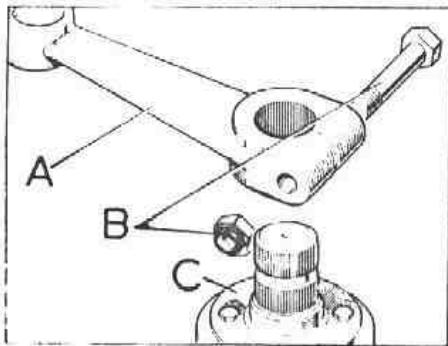

Fig. G-15 Bieleta superior de la caja compensadora
- 1.3. Extraer la tuerca y tornillo, B (Fig. G-15), que sujeta la bieleta superior, A, al eje de la caja compensadora, C, y ejerciendo palanca se desmontará la bieleta.